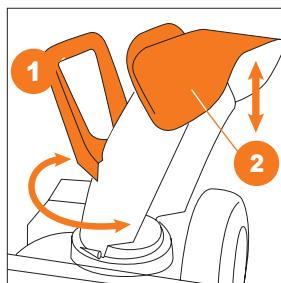

Рис. 22
- Вы можете изменять направление и дальность выброса снега, с помощью ручки изменения направления 1 и дефлектора 2 на S 6060 (Рис. 22).